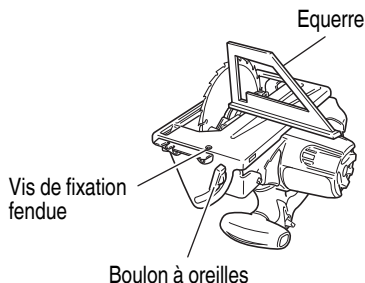

Fig. 21
- (1) Retourner l'outil socle vers le haut (Fig. 21) et desserrer le boulon à oreilles.